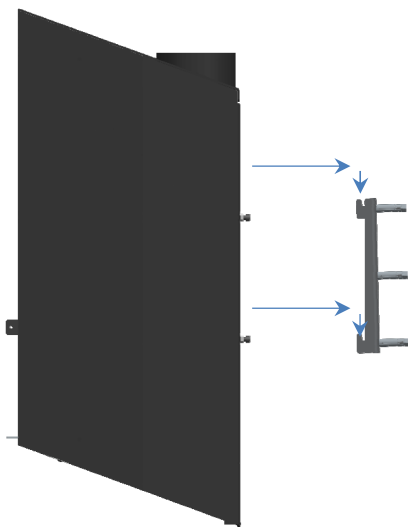

Figura 18 – Posicionamento da salamandra nos apoios de parede
4. Por fim, coloque a salamandra nos apoios de parede (D) instalados anteriormente. Para isso deve em primeiro lugar posicionar a salamandra no apoio e de seguida deixar o equipamento descair até o próprio encaixar nas ranhuras de ambos os apoios, Figura 18.